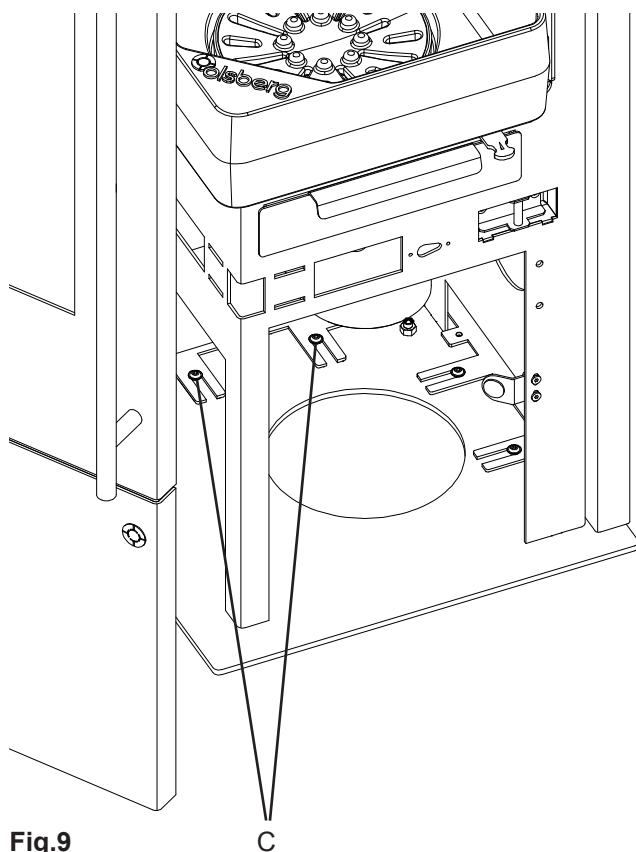

Fig.9
- Desserrer les vis de fixation (C) situées en bas de l'appareil (max. 2 tours, voir Fig.9).